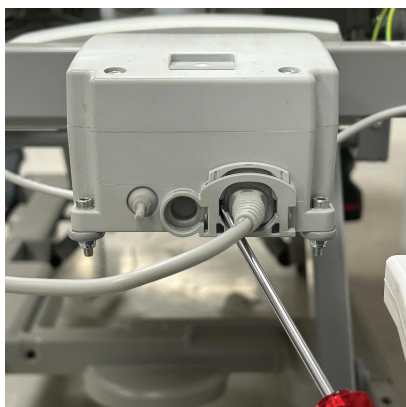

Figure 9 – Enfacement du verrou du cordon d'alimentation
3. À l'aide d'un petit tournevis plat, enfoncer le verrouillage du câble de la batterie. Tirer sur le câble de la batterie (Figure 9).